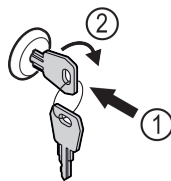

Fig. 191
▶ Įspauskite raktą. Fig. 191 (1)
▶ Pasukite raktą 90° pagal laikrodžio rodyklę. Fig. 191 (2)